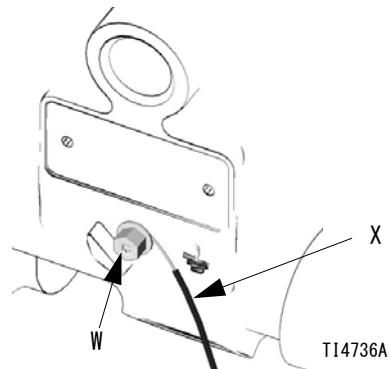

図 2: 接地線の接続
- ポンプ：図 2 に示すように接地線とクランプを接続します。接地ネジ (W) をゆるめます。最小断面積 12 ga. (1.5 mm²) の接地ワイヤ (Y) の一方の終端を接地ネジの背部に挿入し、ネジをしっかりと締めます。接地線のクランプ側を大地アースに接続します。設置線とクランプの注文部品番号は 222011 です。